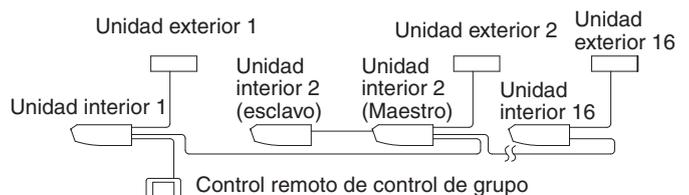

Fig. 34
- Cuando se utiliza como unidad par o como unidad principal para el funcionamiento simultáneo de varias unidades, puede realizar el control de inicio/parada (grupo) de hasta 16 unidades con el mando a distancia. (Refiérase a la Fig. 34)
- (1) Retire la tapa de la caja de control. (Consulte “9.CONEXIÓN DEL CABLEADO Y EJEMPLO DE CABLEADO”.)
- (2) Realice una conexión cruzada entre los terminales (P1 y P2) en el interior de la caja de control para el mando a distancia. (No hay polaridad.) (Refiérase a la Fig. 34 y al Tabla 3)